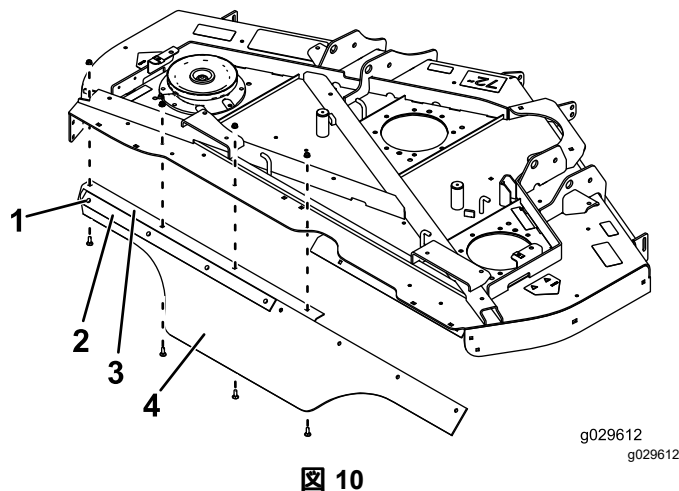

図 10
3. デフレクタの左側角のついている側とサポートストラップを、後部アングルに取り付けるキャリッジボルト5/16 x 7/8 インチ 4本とナット5/16 インチ4個を使用して 図 10 のように取り付ける。
4. デフレクタと後部アングル材を、デッキに取り付けるキャリッジボルト5/16 x 7/8 インチ 4本とナット5/16 インチ4個を使用して 図 10 のように取り付ける。